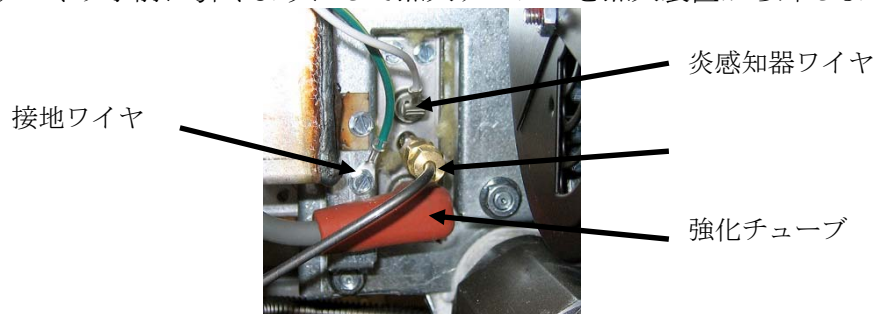

図7
- 送風機を外します(セクション 1.14.7 の図 7 を参照してください)。
2. 点火装置の端子台からプッシュオン式の端子を注意して引き抜いて炎感知器のワイヤを抜きます(図7参照)。